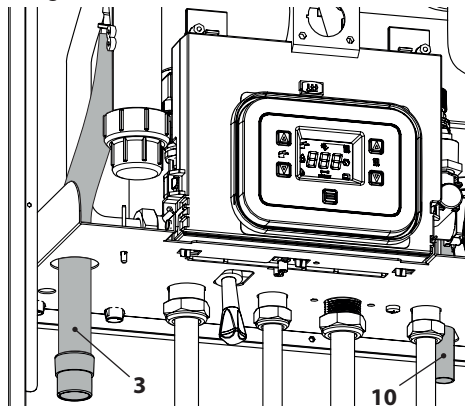

Figura 5.3
- Collegare lo scarico della valvola di sicurezza 10 (Figura 5.3) ad un imbuto di scarico.
- Inserire il tubo flessibile di scarico condensa 3 (Figura 5.3) all'interno del condotto di scarico condensa domestico o nell'imbuto di scarico della valvola di sicurezza, qualora lo scarico sia idoneo a ricevere condensa acida.